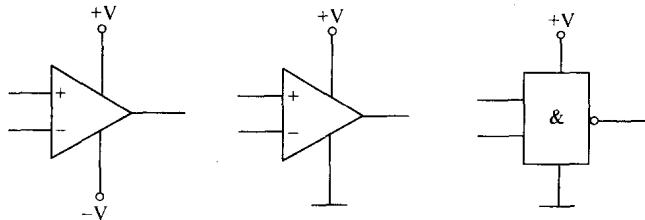

图 1-1-17 不画出集成运放以及数字集成电路的电源引线
(4) 通常电路图中不画出集成运放以及数字集成电路的电源引线,因为这不影响分析电路功能,但分析电源电路和实际制作时不能忘记其电源引线,如图 1-1-17 所示。